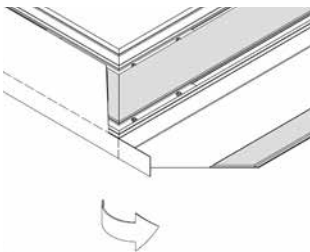
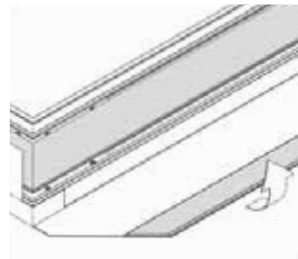

Abb. 8
Abb. 9
- Legen Sie nun die Ecklasche mit genügend Spannung an der schmalen Rahmenseite um (Abb. 8) und fixieren die vertikale Seite des Projektionstuches mit den Klettstreifen an den Aluminiumrahmen. Wiederholen Sie den Schritt anschließend auf der gegenüberliegenden Seite und spannen Sie dabei das Projektionstuch dabei so gut wie möglich (Abb. 9).